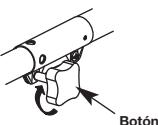

Fig. 3
- Para aflojarlo, gire el botón en el sentido opuesto al de las manecillas del reloj (Fig. 3).
- Apriete el botón girándolo hacia la derecha (Fig. 3).